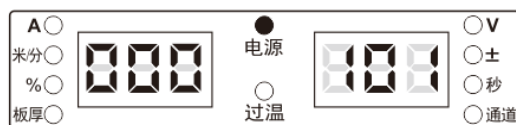

图 3-17 显示界面
2. 按“执行”键确认后，可通过调节焊接电源面板旋钮查询软件版本号，如图 3-17 所示。